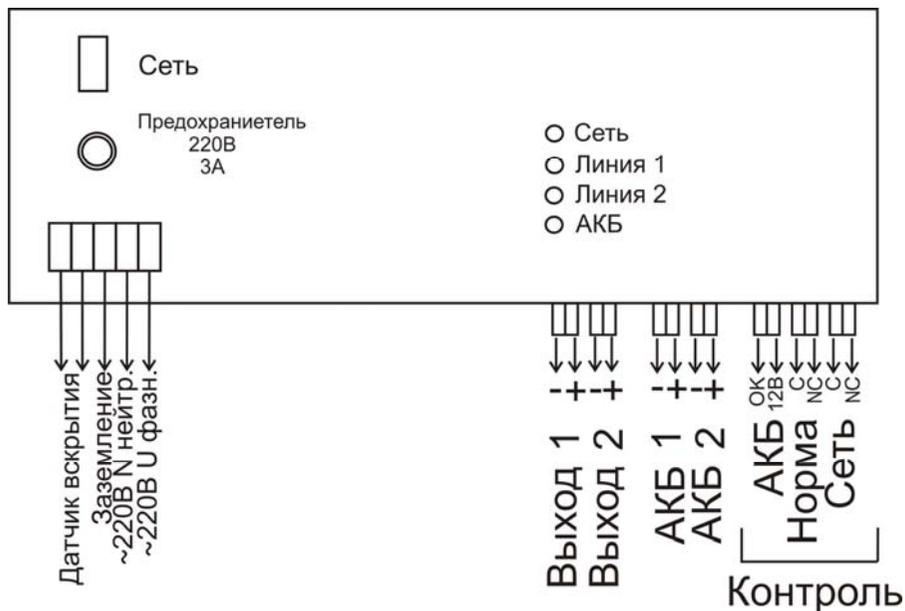

Рис. 5 Схема подключения ИРП 12-6(24-3)
- Подключите к источнику нагрузки и резервные аккумуляторы согласно рис. 5 и рекомендациям раздела «Особенности применения».